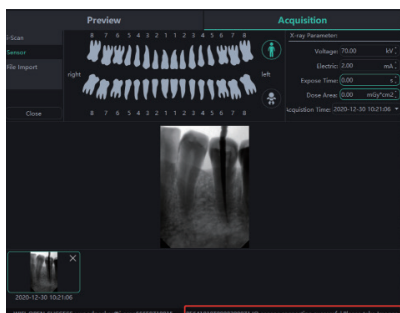

Figura 22
a) Conecte el dispositivo sensor a la interfaz USB del ordenador y seleccione el tipo de dispositivo "Sensor" en el área 1, como se muestra en la Figura 22. Haga clic en "Abrir", el dispositivo entrará en estado de adquisición y empezará a adquirir imágenes. En este momento, el número de serie del sensor se muestra en la barra de estado del software del área 2, como se muestra en la Figura 22. Cuando se utilice el sensor por primera vez, se preguntará al usuario "Si desea descargar el archivo de calibración a través de la red". Haga clic en "Sí" para iniciar la descarga; si hace clic en "No", se le preguntará al usuario "Si desea importar manualmente el archivo de calibración". Haga clic en "Sí" para seleccionar el archivo de calibración que desea importar. Generalmente, la imagen adquirida por el sensor será mejor después de seleccionar el archivo de calibración, como se muestra en las Figuras 23, 24.